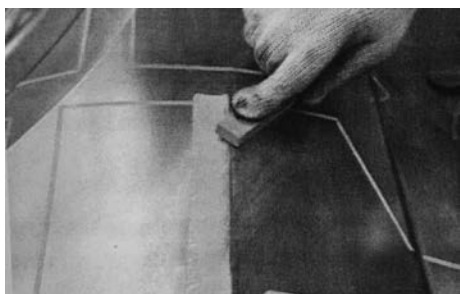

图 9
(4)锐棱两侧需要推光时，需要用 10mm 宽的胶带将锐棱线盖住棱线两侧，锐棱单侧 5mm 起保护作用，锐棱 5mm 以外型面推光完成后，再撕掉单侧 5mm 胶带，另外一侧胶带则暂时保留，然后对撕掉胶带区域进行推光，如图 9 所示。